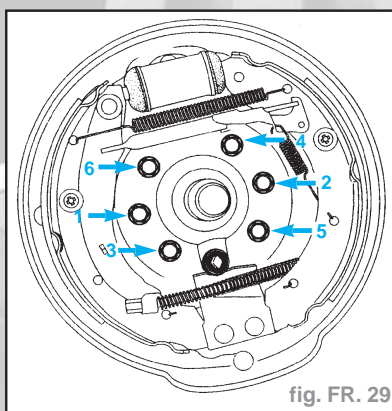

fig. FR. 29
- Serrer dans l'ordre 1-2-3-4-5-6 les vis de fusée au couple de **3 daN.m** (fig. FR. 29).